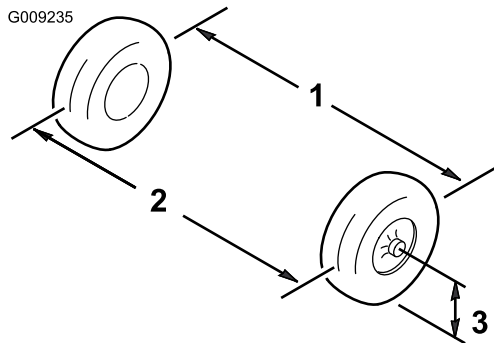

図 54
3. 前輪の前と後ろで、左右のタイヤの中央線間距離を測る計測はアクスルの高さで行う(図 54)。